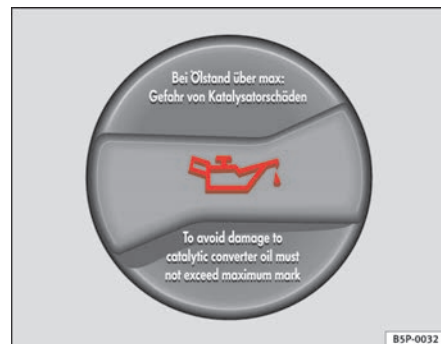

Fig. 164 Vano motore: tappo del bocchettone di rifornimento dell'olio motore
- Svitare il tappo del bocchettone di rifornimento dell'olio motore ⇒ fig. 164.